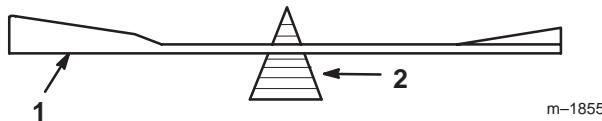

Figure 37
2. Vérifiez l'équilibre de la lame en la plaçant sur un équilibrEUR (Fig. 37). Si la lame reste horizontale, elle est équilibrée et peut être utilisée. Si la lame est déséquilibrée, limez un peu l'extrémité de la partie incurvée seulement (Fig. 35). Répétez la procédure jusqu'à ce que la lame soit équilibrée.